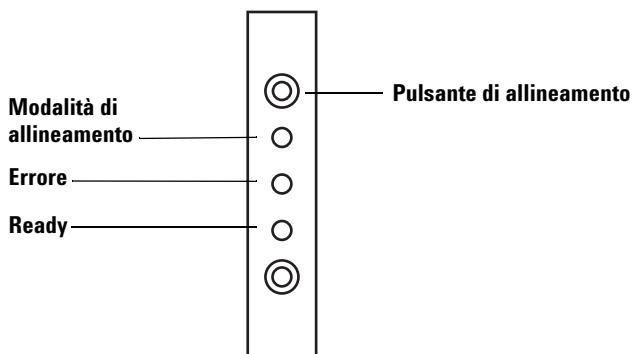

Figura 77 Allineamento dell'iniettore
- 4 Tramite un oggetto sottile e allungato, premere il pulsante incassato dell'allineamento, sopra alle spie dell'indicatore. Evitare il contatto con qualsiasi componente dietro o intorno al pulsante all'interno del foro incassato (Figura 77).